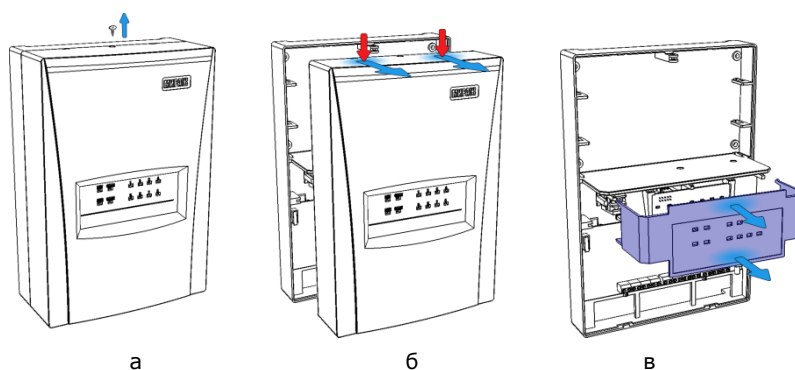

Рис. 5.3. Демонтаж корпуса контроллера
Контроллер выполнен в корпусе из ABS-пластика, состоящем из трех частей: *основания контроллера, крышки контроллера и крышки панели индикации* (см. рис. 5.3 в разделе 5.2). Основание и крышка контроллера соединяются с помощью защелок и винта. В центре крышки контроллера находится лицевая панель со светодиодными индикаторами (см. раздел 3.4). Вид контроллера со снятой крышкой и описание его основных узлов см. в Приложении 1. Схему подключения внешних устройств см. в Приложении 2.
2. Снимите крышку контроллера. Для этого сначала выкрутите винт (рис. 5.3 а), затем нажмите на защелки и отсоедините от основания крышку контроллера (рис. 5.3 б), а затем отсоедините крышку панели индикации (рис. 5.3 в).